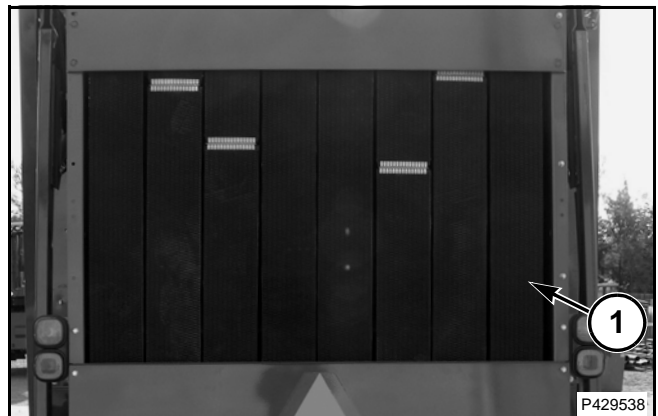

FIG. 7
FIG. 7: Las correas de formación de fardos (1) están hechas con una tela sintética de alta elasticidad y flexibilidad controlada adherida al material de cubierta. El diseño de la superficie de las correas de formación ayuda a enrollar el fardo. Consulte la sección Especificaciones para ver más información sobre las correas de formación de fardos.